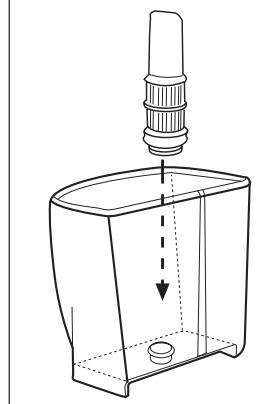

Fig. 21
Introduire le filtre adoucissant dans le réservoir de l'eau (8) (Fig. 21)